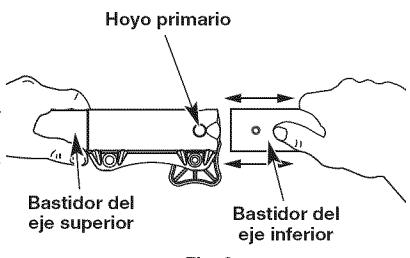

Fig. 2
2. A la vez que sostiene firmemente el accesorio, empújelo derecho hacia el interior del acoplador Convertible™ hasta que el botón de desconexión encaje sólidamente en el orificio principal (Fig. 2).
- A la vez que sujetas la caja del eje superior, tire del accesorio recto hacia afuera del acoplador Convertible™ (Fig. 2).